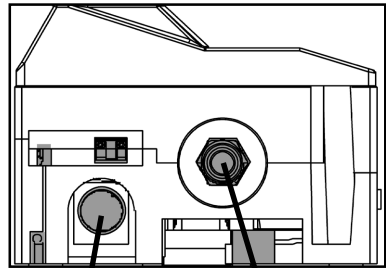

Bild 8
- Das DN 50 Ablaufrohr des Gerätes (siehe Untenansicht Bild 8.) über eine freie Fallstrecke von mindestens 50 mm und einem nachgeschalteten DN70-Trichter in Kanal oder Hebeanlage einleiten.